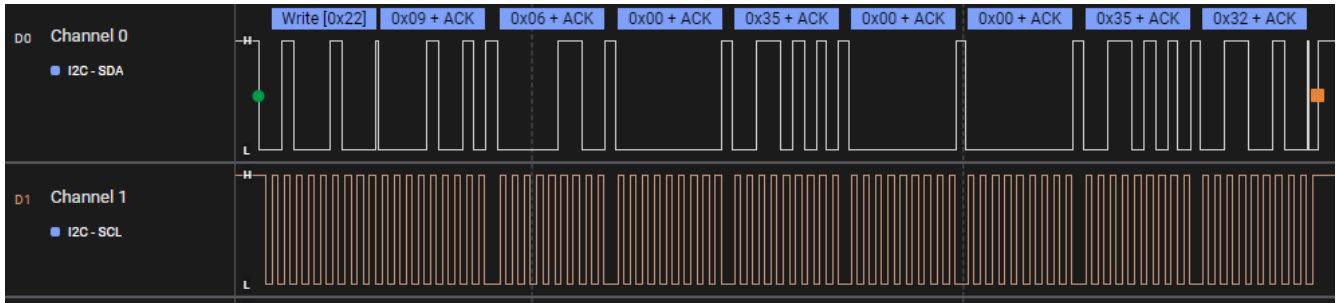

图 4-6. 补丁突发模式初始化
- b. 字节 0 至 3 为补丁捆绑包大小。在图 4-6 中，补丁捆绑包大小为 *0x3500* 或 13568 字节。字节 4 是要为数据传输分配的 *DATAx.SlaveAddress*。PD 控制器的 *0x00* 或器件的 *I2C* 从器件地址 (*0x22/0x26* 或 *0x23/0x27*) 无效。图 4-6 展示了已选择和使用的随机地址 *0x35*。